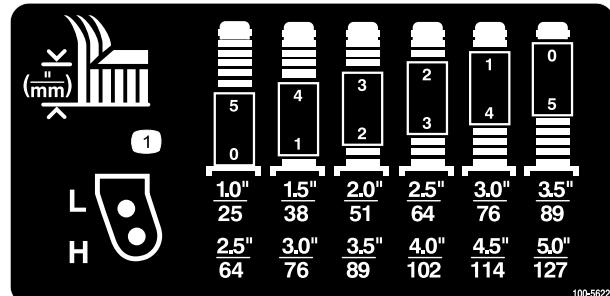

Bild 8
2. Stecken Sie die Laufradachsen in beiden Laufradgabeln in die gleichen Löcher. Ermitteln Sie die richtigen Löcher für die Einstellung mit Bild 7 und Bild 8.
Ermitteln Sie die Kombination der Distanzstücke für die Einstellung mit Bild 8.